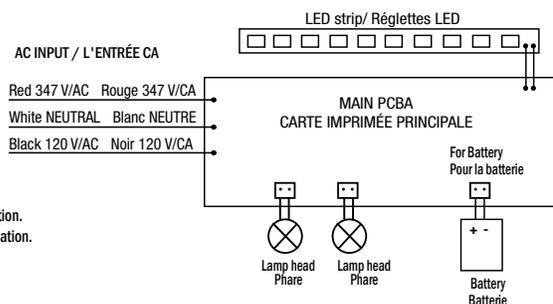

Fig. 4
6. For self-powered unit, make the wiring connections between battery and circuit board (Fig. 4).
5. Effectuer les branchements appropriés (dans la boîte de jonction) entre l'alimentation CA et le transformateur de la carte de circuit: ROUGE – ligne de 347 V; NOIR – ligne de 120 V; BLANC – neutre (Fig. 4). Isoler le fil non utilisé!
6. Pour unité à alimentation propre, faire les connexions de câblage entre la batterie et la carte de circuit imprimé (Fig. 4).